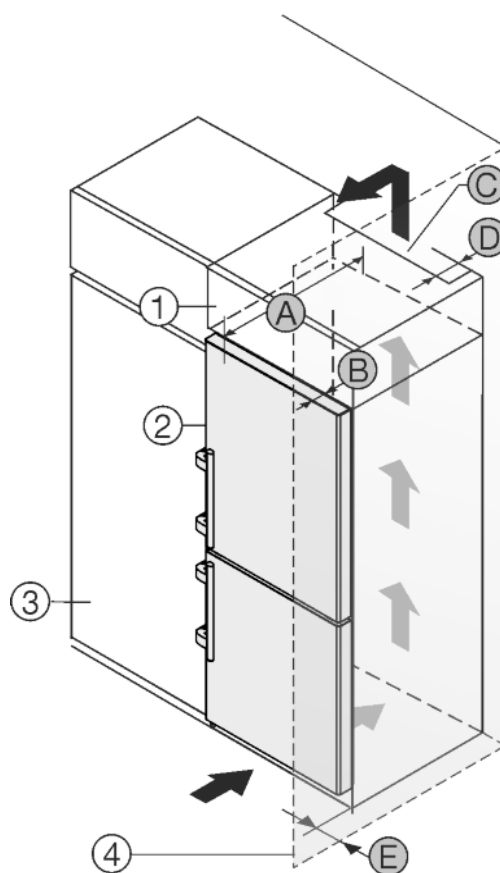

Fig. 13
L'appareil peut être intégré dans des meubles de cuisine. Pour adapter l'appareil *Fig. 13 (2)* à la hauteur du coin cuisine, une rehausse *Fig. 13 (1)* peut être posée sur l'appareil.
L'appareil peut être installé directement à côté du placard de cuisine *Fig. 13 (3)*. Pour pouvoir ouvrir complètement les portes, l'appareil doit déborder de la profondeur *Fig. 13 (B)* par rapport à la façade du placard. L'appareil peut déborder encore plus en fonction de la profondeur des placards et de l'utilisation de cales d'épaisseur.
- Une sortie d'air avec la profondeur *Fig. 13 (D)* doit être présente au dos de la rehausse sur toute sa largeur.
- La section de ventilation *Fig. 13 (C)* sous plafond doit être respectée.
Si l'appareil avec les charnières est installé près d'une paroi *Fig. 13 (4)*, la distance *Fig. 13 (E)* entre l'appareil et la paroi doit être respectée. Ceci correspond à la saillie de la poignée avec la porte ouverte.